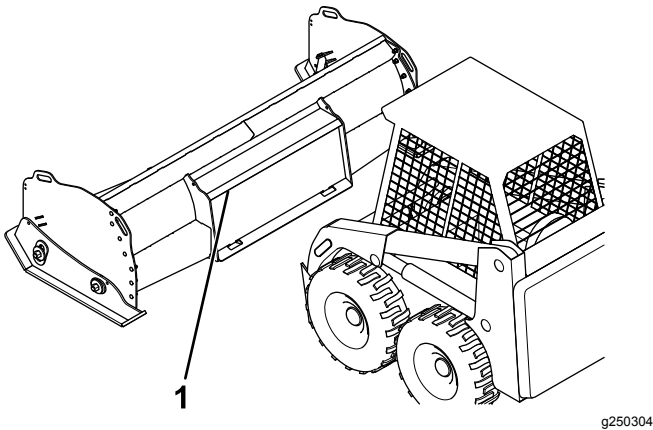

Bild 6
1. Fahren Sie mit dem Kompaktlader vorwärts an die Rückseite der Pflugrahmen (Bild 6).